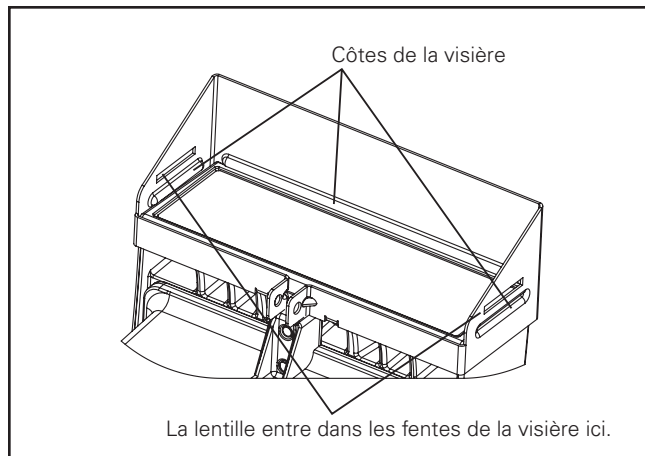
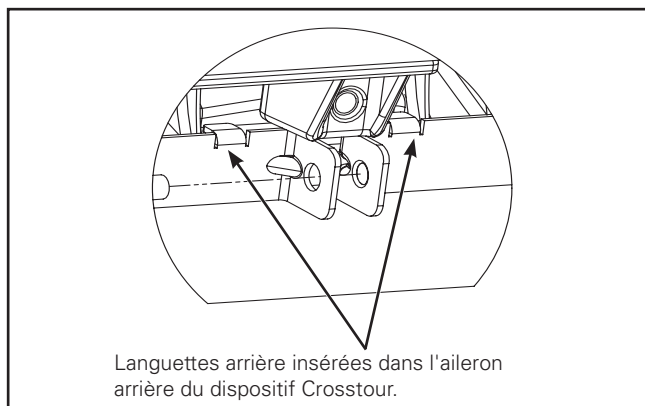
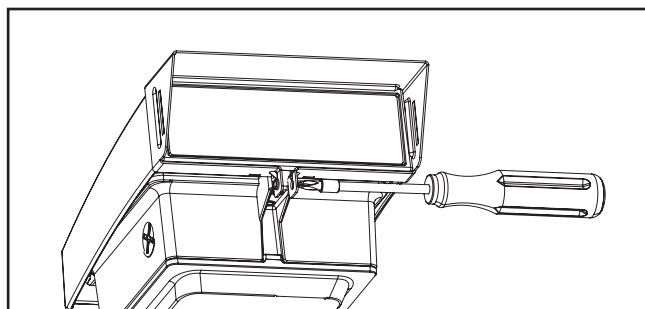

Figure 6.
Figure 7.
Figure 8.
- A. Pour l'installation de la visière seulement. Sélectionnez la bonne taille de lentille (Petite: modèles 7W, 18W et 26 W grande: modèle 38W. Retirez la pellicule protectrice de la lentille du parechoc. Insérez la lentille dans les fentes correspondantes de la visière en courbant cette dernière. (Figure 6.)
- B. Pour fixer la visière, sélectionnez la bonne taille de visière. Glissez la visière par le devant du boîtier du dispositif crosstour. Les côtes de la visière devraient reposer sur la surface inférieure du dispositif crosstour (Figure 6). Assoyez les languettes arrière de la visière sur la cavité de l'aileron du dispositif crosstour (Figure 7). Insérez des vis filetées 8-32 de 1,9 cm (0,75 po) dans le trou de vis de la visière et serrez jusqu'à ce qu'elle soit bien fixée. Vissez et serrez à 2,3 à 2,8 Nm (20 à 25 po-lb). (Figure 8.)